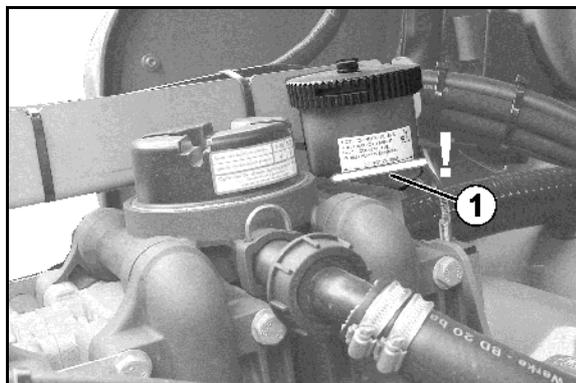

Fig. 197
2. Verdampfer (Fig. 197/2) und Warmwasserradiator (Fig. 197/3) mit Druckluft (maximal 5 bar) ausblasen.
3. Beschädigte Dichtungen (Fig. 197/1) unter dem Deckel erneuern.